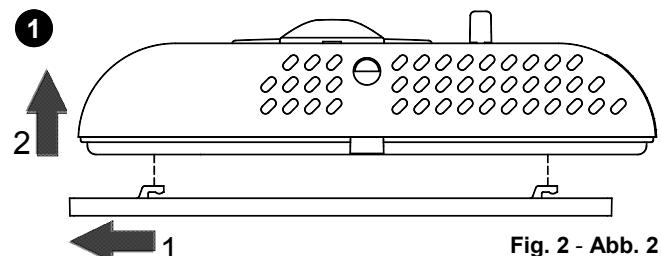

Fig. 2 - Abb. 2
- Desenganchar la plancha pegada a la base del termostato empujándola hacia la izquierda haciendo que los dientecllos plásticos indicados en Fig. 2 se desenganchen.
- 1 Décrocher la plaque fixée sur la base du thermostat en la poussant vers la gauche et en décrochant ainsi les ergots indiqués sur la Fig. 2.